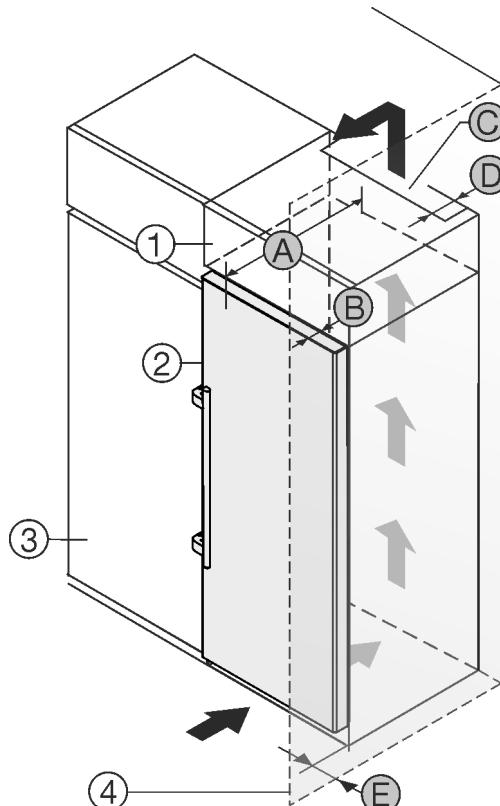

Fig. 1
Можете да поставите уреда непосредствено до кухненския шкаф Fig. 1 (3).
От задната страна на шкафа-пристройка трябва да има вентилационен отвор с дълбочина Fig. 1 (D) по цялата широчина на шкафа-пристройка.
Под тавана на помещението трябва да е спазено сечението за вентилация Fig. 1 (C).
Когато уредът се поставя с пантите до стена Fig. 1 (4), разстоянието между уреда и стената трябва да е поне 57 mm . Това отговаря на разстоянието, с което дръжките стърчат при отворена врата.
За да можете да отваряте вратата изцяло, уредът трябва да е издаден с дълбочината на вратата Fig. 1 (B) спрямо челото на кухненския шкаф. В зависимост от дълбочината на кухненските шкафове Fig. 1 (3) и използването на детайли за отстояние от стената, уредът може да излезе още по-напред.